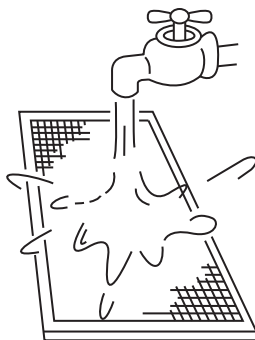

fig.9-4
- Le côté d'admission de l'air doit être orienté vers le bas lorsque l'on utilise de l'eau. (Voir fig.9-4)